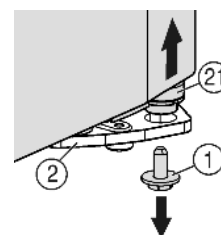
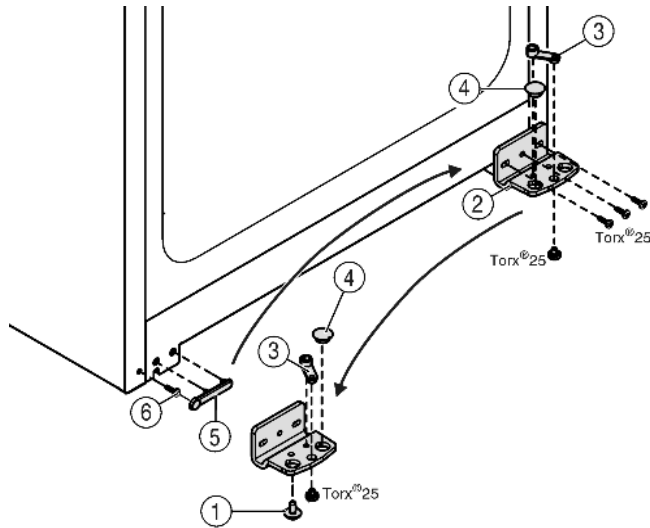

Fig. 4
Fig. 5
- ▶ Внизу справа на опорном кронштейне выкрутите фиксирующий винт Fig. 4 (1).
- ▷ Опорный палец Fig. 4 (21) можно извлечь из опорного кронштейна Fig. 5 (2).
- ▶ Если не удается извлечь опорный палец Fig. 4 (21), нажмите на него снизу.
- ▶ Открутите опорный кронштейн Fig. 5 (2).
- ▶ Открутите опорную деталь Fig. 5 (3) и, переставив в отверстие на противоположной стороне опорного кронштейна, снова прикрутите.
- ▶ Извлеките заглушку Fig. 5 (4) из опорного кронштейна и переставьте ее в отверстие на противоположной стороне опорного кронштейна.
- ▶ Осторожно снимите крышку со стороны ручки Fig. 5 (5).
- ▶ Выкрутите болт Fig. 5 (6) и вкрутите на противоположной стороне.
- ▶ Снова установите крышку Fig. 5 (5).
- ▶ Снова прикрутите опорный кронштейн Fig. 5 (2) на новой стороне шарнира (**с моментом 4 Нм**). При необходимости используйте аккумуляторный шурупверт.
- ▶ Вкрутите фиксирующий винт Fig. 4 (1) вниз в опорный палец и затяните (**с моментом 4 Нм**).